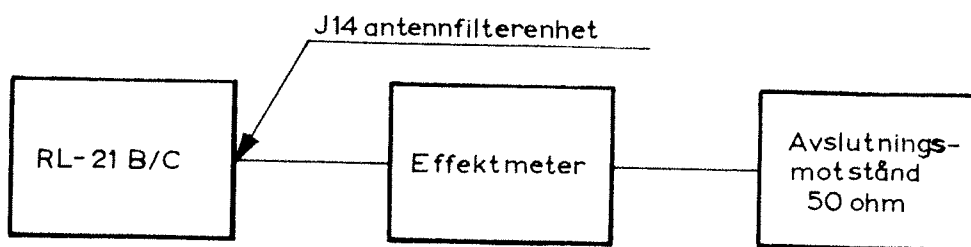

Bild 2. Uppkoppling
- 4.03.1 Koppla upp enligt bild 2 och mät uteffekten. Om antennfilterenheten är rätt avstämd, och om sändaren är nyförsedd skall uteffekten vara större än 6 W (med effektförstärkare större än 60 W).